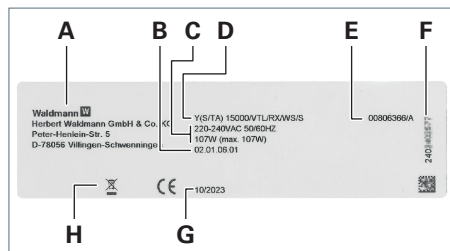

Fig. 42: Plaque signalétique tête de luminaire (exemple).
- Tête du luminaire existante, à partir du numéro de série 2402389763, voir Fig. 42.